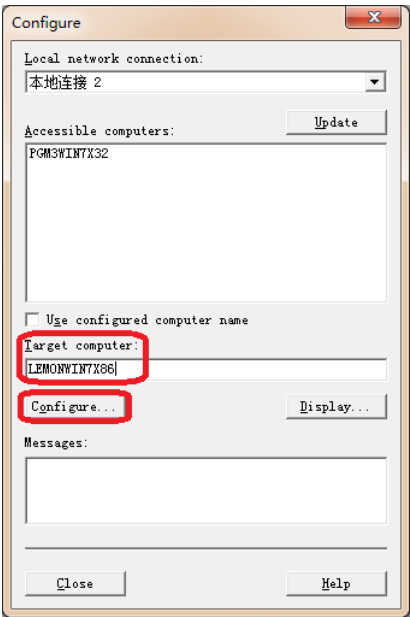

图 15
(G) 如果可访问的计算机列表中没有出现 ES 站的名称，直接在目标计算机中输入 ES 站名称，选择 Configure，如图 15 所示。